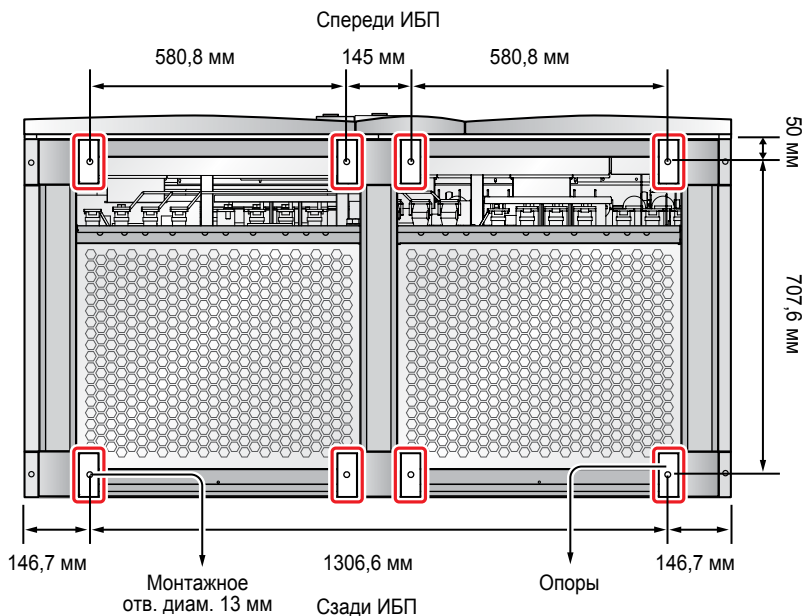
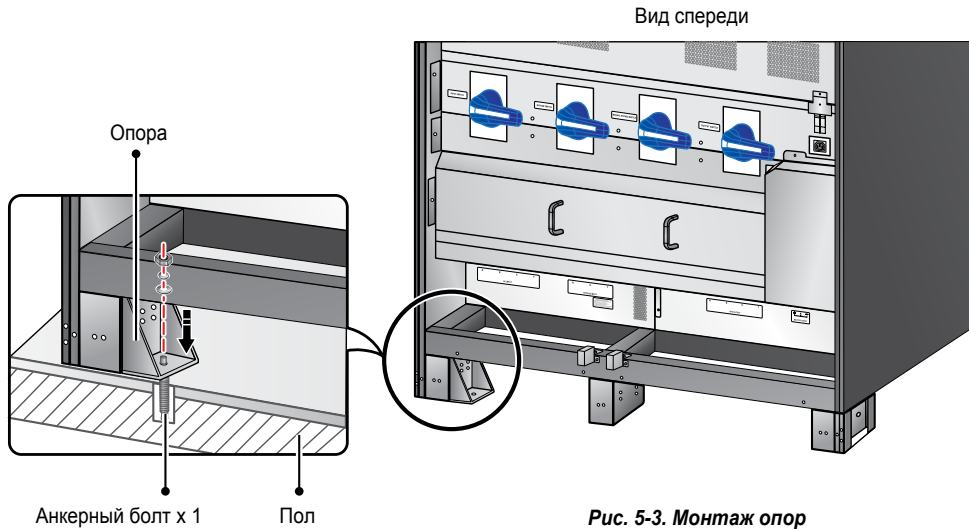

Рис. 5-2. Расположение монтажных отверстий
Рис. 5-3. Монтаж опор
- 2 Спереди и сзади к нижней части ИБП крепятся восемь опор. Вверните в пол восемь анкерных болтов и ключом головкой 12 мм прикрепите к ним опоры, см. **Рис. 5-2. Расположение монтажных отверстий** и **Рис. 5-3. Монтаж опор**. Обратите внимание, что анкерные болты в комплект поставки не входят.